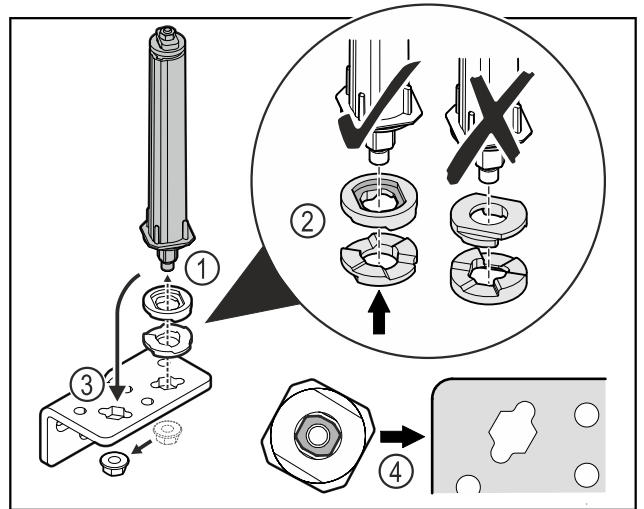

Fig. 40
- ▶ Відкрутити гайку і зняти систему запирання дверей Fig. 40 (1).
- ▶ Слідкувати за правильним розташуванням шайб для регулювання висоти Fig. 40 (2).
- ▶ Переставити систему запирання дверей у шарнірному кутику і зафіксувати гайкою Fig. 40 (3).
- ▶ Під час встановлення слідкувати за правильною орієнтацією системи запирання дверей Fig. 40 (4).